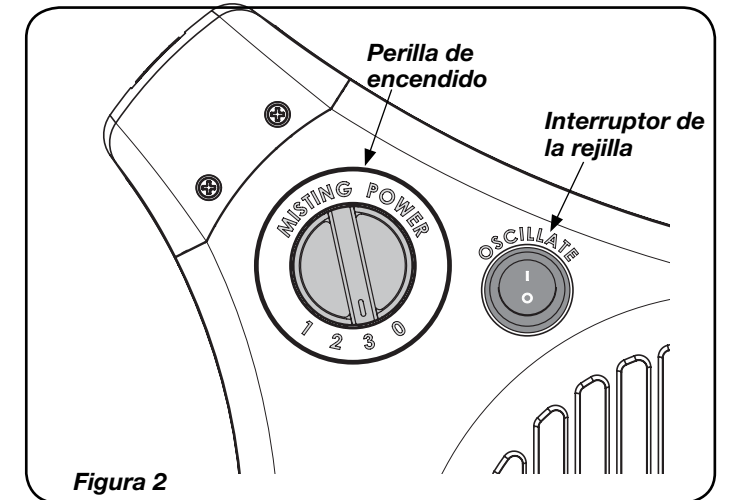

Figura 2
1. Encienda el ventilador al seleccionar la velocidad deseada con la Perilla de encendido en un lado del ventilador. 0-Apagado, 3-Alto, 2-Medio, 1-Bajo (Figura 2)